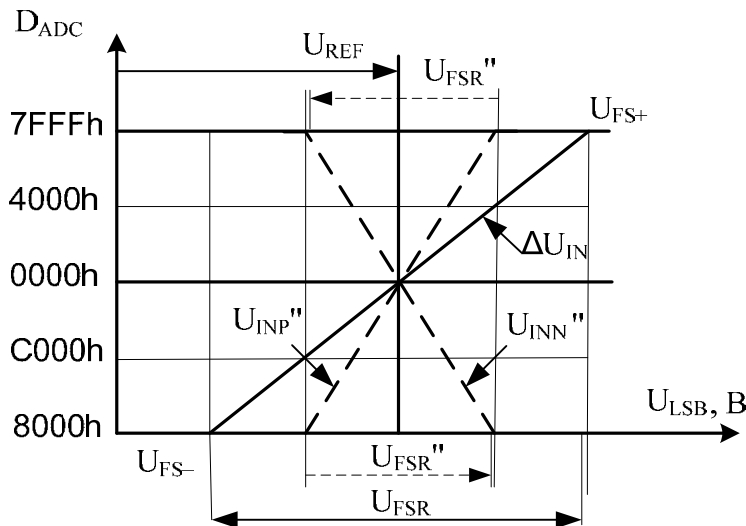

Рисунок 16.4 – Передаточная характеристика каналов АЦП
- АЦП выполняет несколько функций, таких как: временная дискретизация, квантование по уровню, кодирование, аналого-цифровые преобразования. Передаточная характеристика преобразования напряжения ΔU_{IN} между входами канала АЦП в режиме дифференциального и одиночного входа приведена на рисунке 16.4 сплошной линией. В дифференциальном режиме передаточную характеристику АЦП также можно показать двумя прямыми относительно опорного напряжения U_{REF} по входам U_{INP} и U_{INN} (см. рисунок 16.4 пунктирные линии).
Для передаточной характеристики по входам относительно U_{REF} (рисунок 16.4, пунктирные линии) диапазон преобразования и шаг квантования делятся пополам. При этом коэффициент преобразования по каждому из входов относительно U_{REF} , с учетом (16.4) и (16.9), равен
Пример 1 – Из уравнения (16.7) рассчитаем допустимый диапазон напряжений преобразования между входами дифференциального усилителя 16-разрядного АЦП в режиме дифференциального или одиночного входа ($U_{INN} = U_{REF}$) при $PGA = 0$ дБ. Используя типовую зависимость, рисунок 16.4а, при номинальном $U_{REF} = 1,25$ В и температуре 25 °С, определяем $U_{FSR} = 1,5$ В. U_{FSR} также можно определить, используя выше приведенные соотношения (16.1) – (16.5). При $U_{FSR} = 1,5$ В (из (16.9) числовой коэффициент преобразования K_G равен $43690,8$. По определению, цифровой код АЦП 16-разрядного АЦП равен $D_{ADC} = 2^{16} = 65536$. Относительно опорного напряжения код АЦП одной полярности составит $D_{ADC} = \pm 2^{15} = \pm 32\,768$. Максимальная разница входного напряжения $\Delta U_{IN} = (U_{FS+} - U_{FS-}) = D_{ADC} / K_G = \pm 32\,768 / 43690,8 = \pm 0,75$ В (напряжение на входах относительно U_{REF}). Напряжение между входами АЦП ΔU_{IN} должно быть не более диапазона преобразования $U_{FSR} = 1,5$ В, см. рисунки 16.4, 16.4б.
Пример 2 – Из уравнения (16.7) при известном коэффициенте преобразования K_G (см. (16.9) можно определить выходной код АЦП. Для входного напряжения $\Delta U_{IN} = 0,375$ В = $\frac{1}{4}U_{FSR}$: выходной код $D_{ADC} = \Delta U_{IN} \cdot K_G = 0,375 \cdot 43690,8 = 16\,384 = 4000h$ (см. рисунок 16.4).
Рисунок 16.4а – Типовая зависимость диапазона преобразования каналов АЦП от опорного напряжения в диапазоне рабочих температур при $PGA = 0$ дБ, $U_{CC2} = 3,3$ В
При $PGA = 0 \text{ дБ}$ диапазон входных напряжений преобразования между входами дифференциального усилителя АЦП в режиме дифференциального и одиночного входа равен диапазону преобразования U_{FSR} сигма-дельта модулятора АЦП (см. рисунок 16.4а). Входные напряжения при непрерывном преобразовании АЦП должны иметь 10 % запас от границ номинального диапазона преобразования. Дифференциальное включение входов АЦП позволяет избавиться от синфазной помехи.